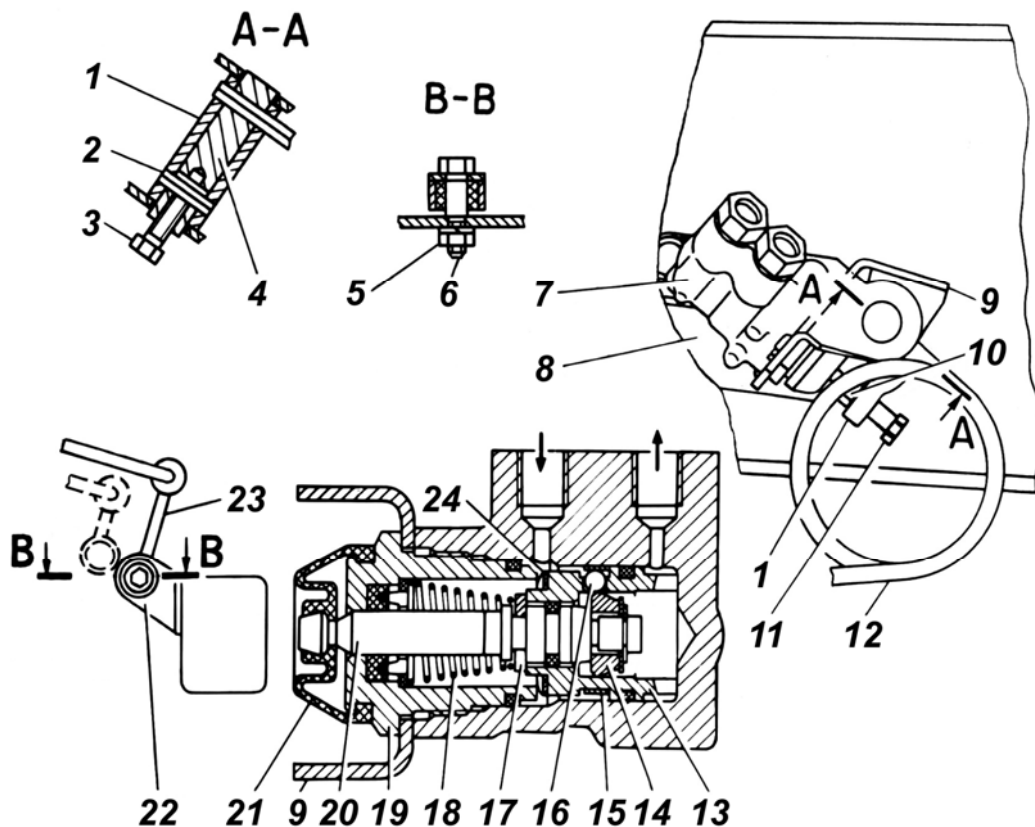

Рис. 9.7. Регулятор давления:
2. Отвернуть контргайку 10 (рис. 9.7).